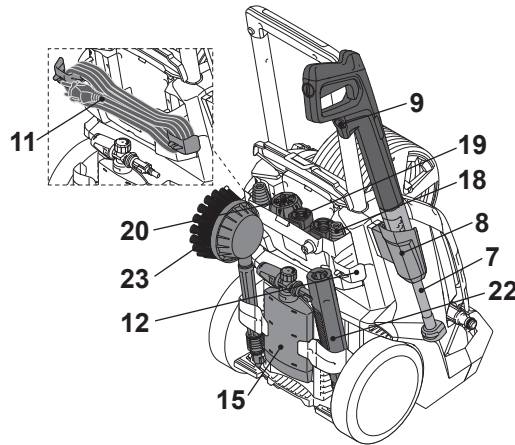

Rys. 16
1. Wyciągnij korbę (4) z obudowy i rozłóż ją, aby odblokować bęben na wąż (2) i samą siebie (Rys. 16).
2. Jeśli chcesz użyć myjki, rozwiń wąż ciśnieniowy (3) z bębna (2).
3. Żeby zwinąć wąż ciśnieniowy (3), obracaj korbę (4) w prawo. Przed zwinięciem węża spuść z niego ciśnienie: wyłącz produkt, odpowiednio przekręcając w(y)łącznik i naciśnij spust pistoletu, żeby spuścić ciśnienie.